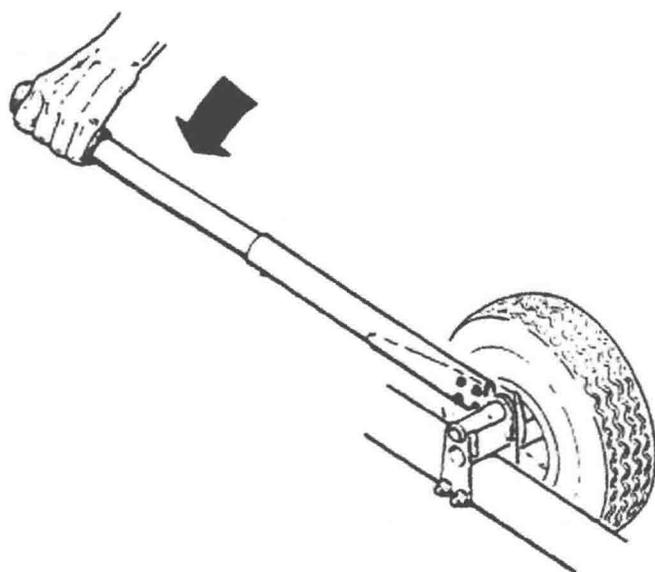

图 1-9 安装搬运轮-3
(3) 拉把手过中心线升起直升机, 机轮锁好(见图 1-9)。